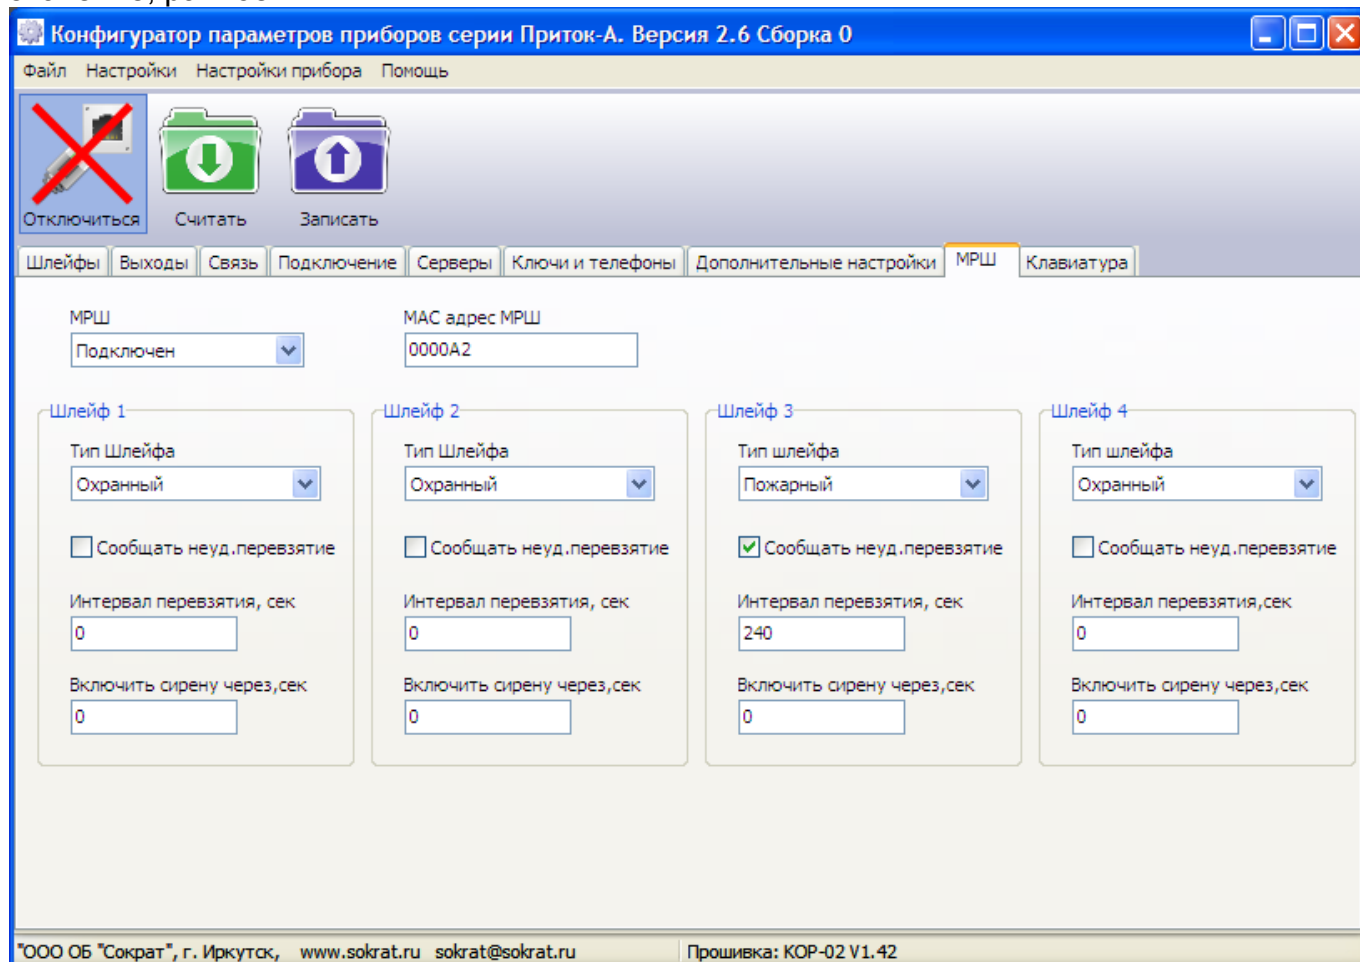

Рисунок 4. Окно программы конфигурации
2) В окне программы перейдите во вкладку «МРШ». Появится окно настроек параметров модуля расширения шлейфов (см. рис. 4). Заполните поля данного окна следующим образом:
Внимание! Выполняя пункт 2.2 «Подготовка пультового оборудования» определите типы шлейфов модуля МБД-01 (см. рис. 4).